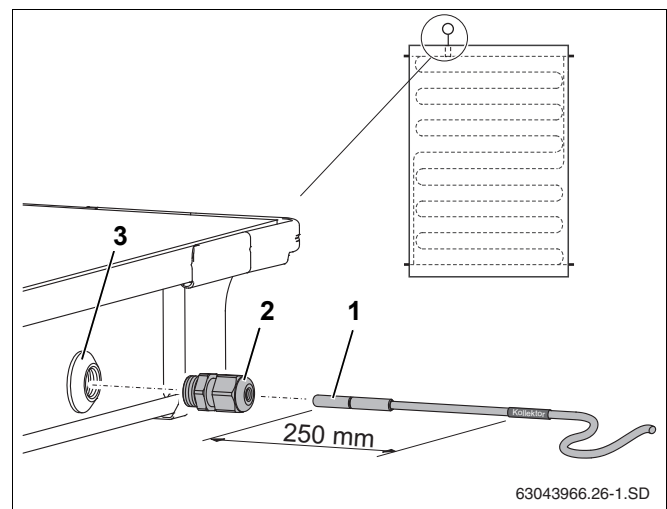

Рис. 51 Установка датчика в коллектор
Для исправной работы солнечной установки необходимо, чтобы коллекторный датчик (рис. 51, поз. 1) был вставлен в установочную трубку до упора (примерно на 250 мм).
- ▶ Проткните датчиком или отверткой уплотнительный слой в гильзе (рис. 51, поз. 3).
- ▶ Заверните зажимную втулку (рис. 51, поз. 2) в гильзу.
- ▶ Затяните зажимную втулку (рис. 51, поз. 2), удерживая от сворачивания.
Если Вы проткнули гильзу (рис. 51, поз. 3) не в том коллекторе, в котором нужно, то ее нужно плотно закрыть заглушкой из комплекта для подключения. Но прежде нужно, используя резьбовую втулку (рис. 51, поз. 2), удалить находящуюся в гильзе гайку.